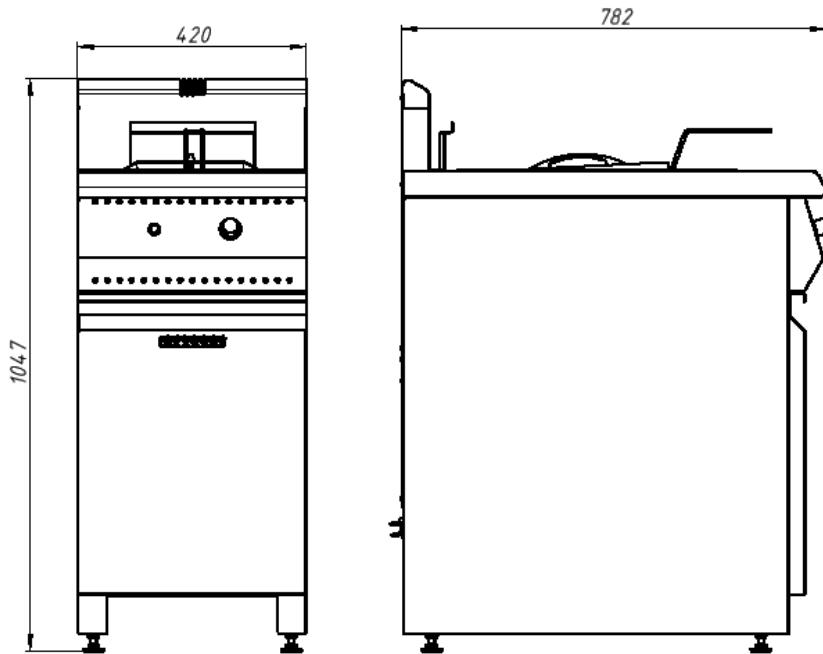

Рис. 1.Габаритные размеры установки
Регулируемыми ножками поз.6 рис.1 выставить фритюрницу горизонтально.
5.3 Подсоединить заземление корпуса установки (7) рис.1 к заземляющему контуру помещения согласно ГОСТ 27570.0-87.
5.4 Подключить газ к штуцеру газопровода фритюрницы поз.12 рис.1 специалистами газовой службы гибкой подводкой сильфонного типа.
5.5 Подключить эл. кабель с эл. вилкой поз.9 рис.1 в электросеть с напряжением 220В
6.4.3 Нажать кнопку электророзжига поз.10 рис.1.Нажать рукоятку управления до упора и, не отпуская зажечь пилотную горелку.